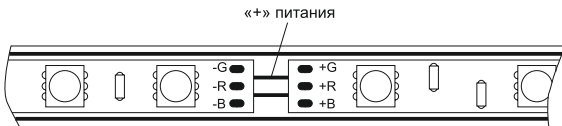

Рисунок 2
7.4 Полярность RGB ленты 220 В определять по маркировке контактных площадок «G», «R», «B», в месте соединения сегментов. Плюс питания «+» находится между площадками «G» и «R» (рисунок 2).